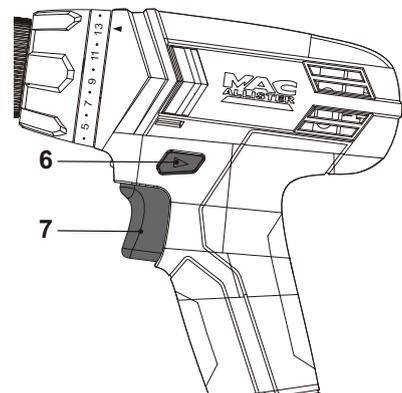

Fig. 16
- > Allumez l'appareil en appuyant sur le bouton Marche/Arrêt [7] (Fig. 16).
- > Relâchez le bouton Marche/Arrêt [7] pour éteindre l'appareil (Fig. 16).